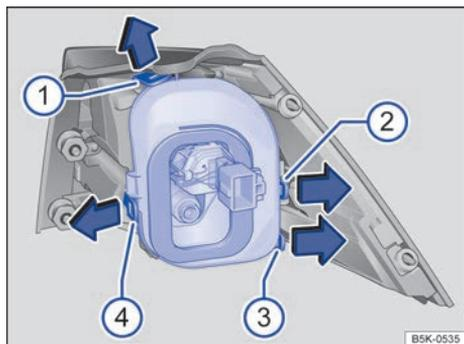

Fig. 192 Grupo óptico trasero en la carrocería: desmontaje del portalámparas. ① a ④ pestañas de bloqueo.
- ① Para desbloquear el portalámparas, presione las pestañas de bloqueo → fig. 192 ① a ④ en el sentido de las flechas.
- ② Extraiga el portalámparas del grupo óptico trasero.
- ③ Sustituya la lámpara averiada por otra nueva del mismo tipo.
- ④ Coloque el portalámparas en el grupo óptico trasero. Todas las pestañas de bloqueo tienen que encastrar de forma audible.